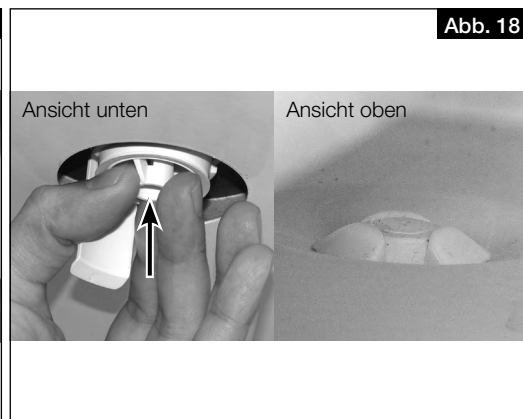

Abb. 18
2. Befestigungsteil von unten in die Öffnung der Bodenwanne stecken, bis die Krallen an der Blechkante der Bodenplatte einrasten (s. Abb. 18).